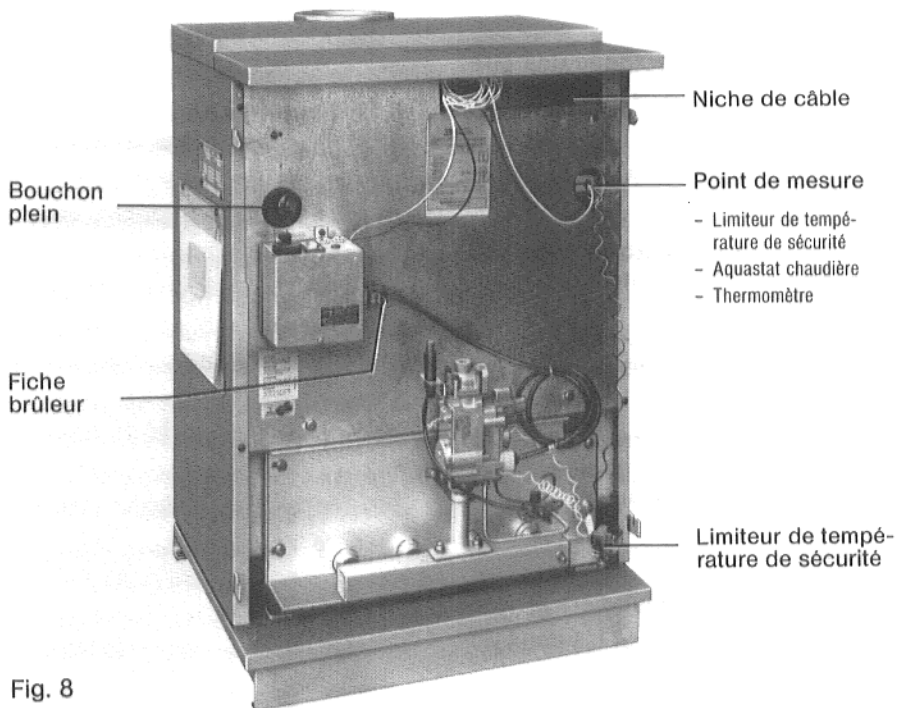

Fig. 8
7. Dérouler les **capillaires** des sondes de température jusqu'à ce que ceux-ci atteignent le point de mesure (Fig. 8).
Enlever l'obturateur de l'arrêtage des sondes de température. Attacher la sonde en $\frac{1}{4}$ " du limiteur de température de sécurité (Fig. 8) ensemble avec les autres sondes en $\frac{1}{4}$ ".
8. Introduire les sondes de température dans le doigt de gant (point de mesure) jusqu'en butée (Fig. 8).
10. Faire glisser les **surlongeurs des capillaires et des câbles** dans la niche se trouvant en dessous du capot chaudière (Fig. 8).
11. Insérer la fiche brûleur dans la griffe du tableau de commande jusqu'à ce l'éclisse de la décharge de traction encliquete (Fig. 8).